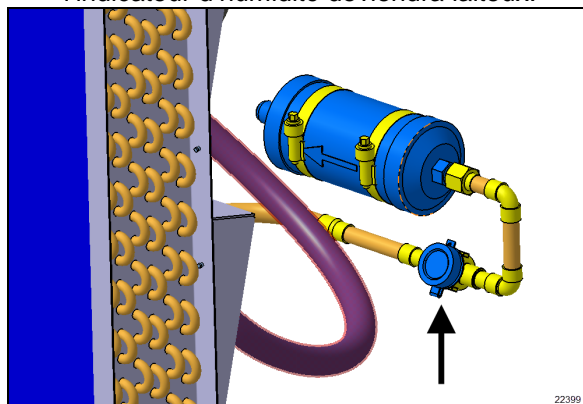

FIGURE 82 : REGARD DE L'INDICATEUR D'HUMIDITÉ
- 2- Lorsque la climatisation est en marche depuis au moins dix minutes, le regard de l'indicateur d'humidité (FIGURE 82) doit être transparent. Il ne doit pas être laiteux et ne doit pas contenir de bulles. La présence de bulles dans le regard de l'indicateur d'humidité est un signe de faible charge du fluide frigorigène. La température du filtre déshydrateur qui se trouve à proximité doit être presque uniforme, avec une différence de 5 °F entre l'aspiration et l'évacuation. Un filtre partiellement bloqué produira de la vapeur instantanée et le l'indicateur d'humidité deviendra laiteux.